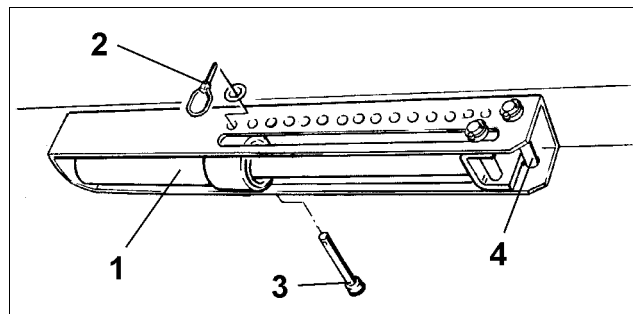

Fig. 62
To bolte (Fig. 62/3 og Fig. 62/4) sidder som stop for hydraulikcylinderen (Fig. 62/1) i indstillingsrammen. Hydraulikcylinderens stop går imod boltene (Fig. 62/3), når der ikke er tryk på cylinderen, og går mod boltene (Fig. 62/4), når der er tryk på hydraulikcylinderen.
- Hydraulikcylinderen (Fig. 62/1) sættes under tryk
- Boltene (Fig. 62/3) sættes i et hul i hulskinnen og sikres med en ringsplit (Fig. 62/2).